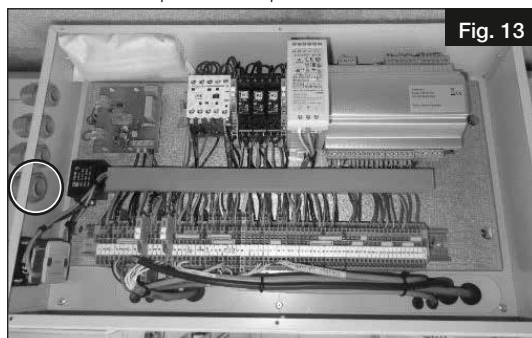

Fig. 13
3. Desserrer le presse-étoupe entouré et insérer le câble (voir Fig. 13).